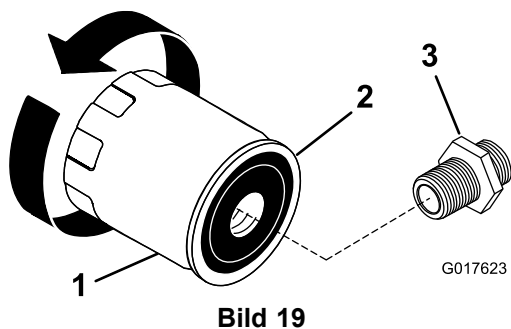

Bild 19
2. Entfernen Sie den alten Ölfilter und wischen Sie die Oberfläche der Filterzwischenstückdichtung (Bild 19) ab.
3. Schmieren Sie die Gummidichtung am neuen Ölfilter (Bild 19) mit etwas Frischöl ein.
5. Drehen Sie den Ölfilter nach rechts, bis die Gummidichtung das Filterzwischenstück berührt. Ziehen Sie es dann um eine weitere 1/2 bis 3/4 Umdrehung fester (Bild 19).